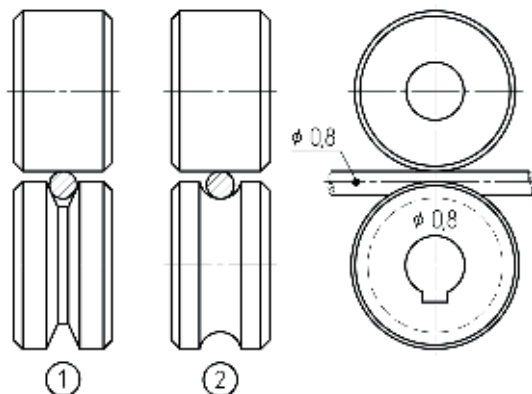

Рис. 7.6. Выбор подающего ролика.
- форма канавки соответствует типу сворачной проволоки (см. рис. 7.6).